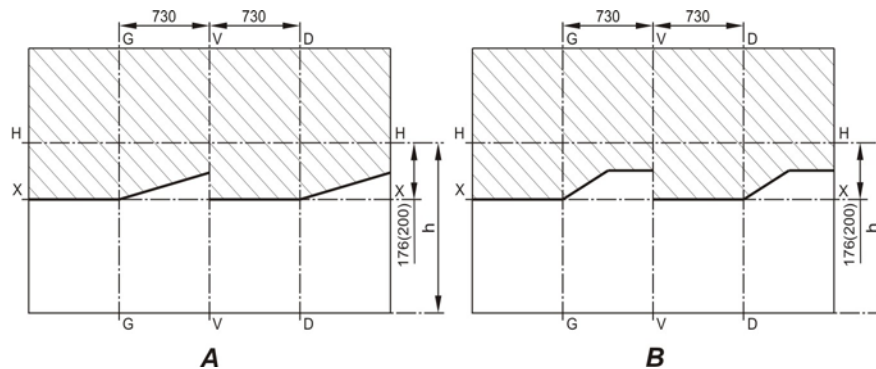

Рис. 8.7. Разметка экрана для регулировки фар:
- установить ненагруженный автомобиль на ровную горизонтальную площадку на расстоянии 10 м от экрана (рис. 8.7);
У отрегулированных фар горизонтальный участок светотеневой границы должен совместиться с линией $X—X$ (рис. 8.7А, 8.7В), наклонные участки светотеневой границы должны соответствовать рис. 8.7А (с маркировкой на рассеивателе «AL») и рис. 8.7В (с маркировкой на рассеивателе «ОСВАР»), а точки пересечения горизонтального и наклонного участков светотеневой границы – с линиями $G—G$ и $D—D$.